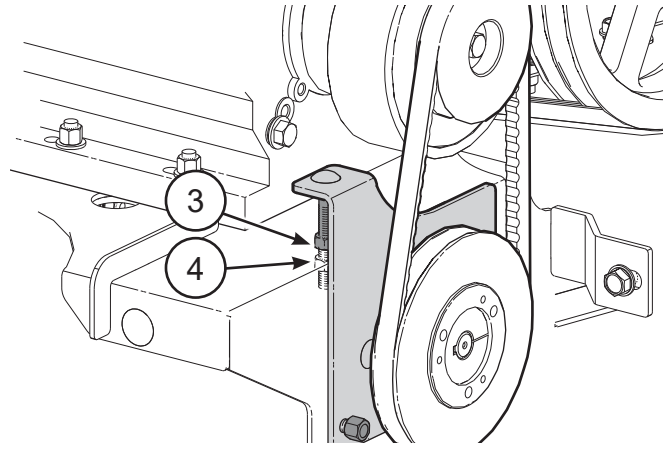

Fig. 59 – Ajusteur de tension de la courroie
1. Une fois la courroie installée, serrez l'écrou de réglage de la tension de la courroie (élément 4, Fig. 59) afin d'enlever le mou de la courroie.